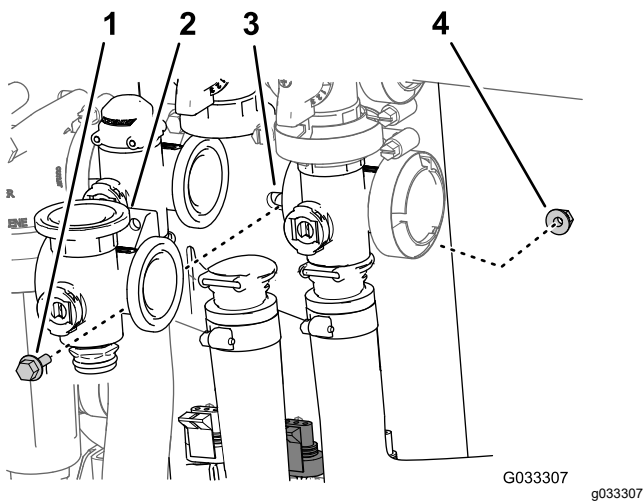

Figura 70
3. Retire el perno con arandela prensada y la contratuerca con arandela prensada que sujetan la válvula de agitación al soporte de la válvula, y retire el distribuidor de la válvula de la máquina (Figura 70).